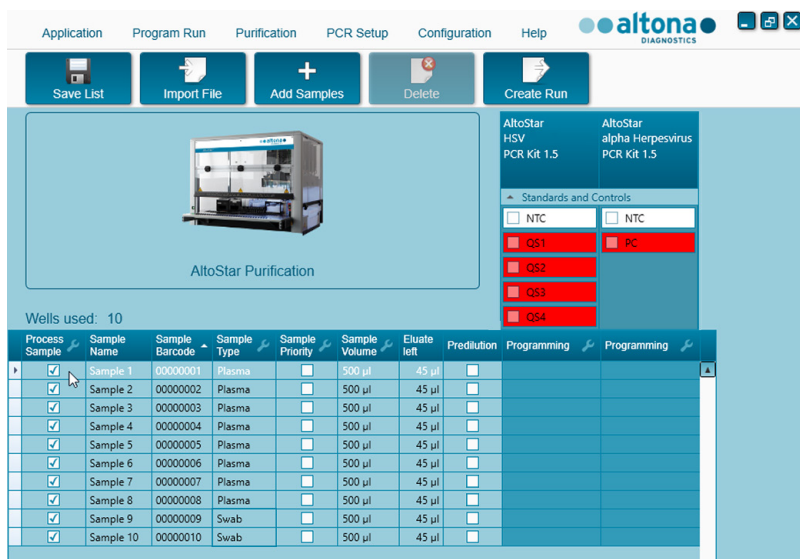

Figura 6: Pantalla de programación con muestras añadidas
10. Cuando se hayan añadido todas las muestras, haga clic en el botón **Close** (cerrar) para cerrar el cuadro de diálogo **Add Samples** (añadir muestras). Las muestras añadidas aparecen en la tabla de muestras de la pantalla de programación (consulte la Figura 6).